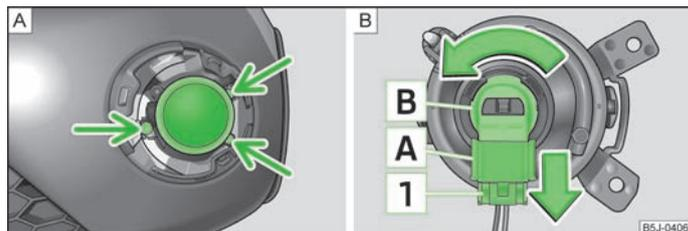

Abb. 149 Vorderer Stoßfänger: Nebelscheinwerfer / Nebelscheinwerfer: Glühlampe wechseln
- » Mit dem Schraubendreher » Seite 162, *Bordwerkzeug* die Schrauben » Abb. 149 - **A**) herausdrehen.
- » Die Sicherung **1** » Abb. 149 des Steckers **A**) drücken und den Stecker aus der Fassung **B**) herausziehen.